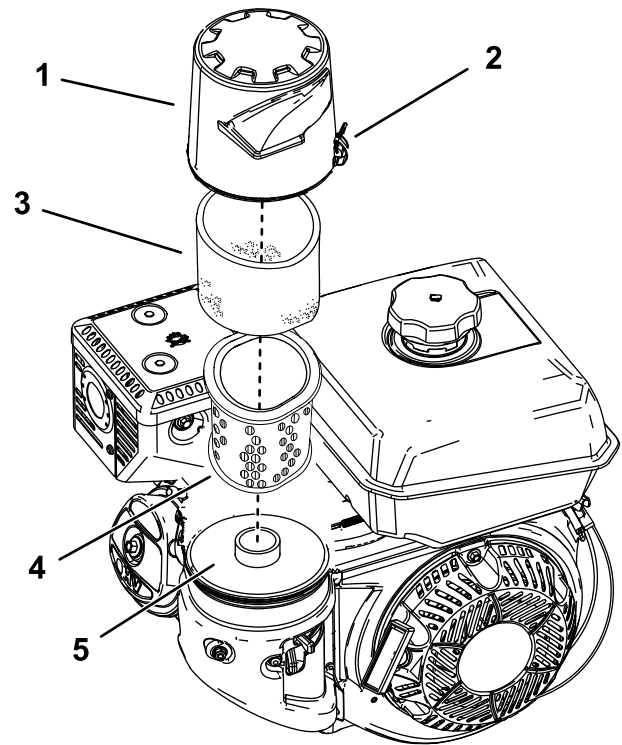

Figure 17
3. Débranchez l'attache de fixation du couvercle du filtre à air (Figure 17).
5. Retirez les éléments en mousse et en papier de la base (Figure 17).
6. Retirez l'élément en mousse de l'élément en papier (Figure 17).